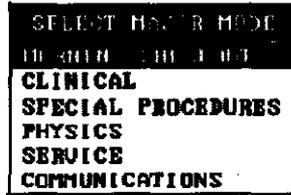

Ilustración 37 Menú MODO PRINCIPAL
3. Si la prueba es satisfactoria, aparece un mensaje que confirma que la prueba concluyó con éxito y se muestra el menú **MODO PRINCIPAL** (Ilustración 37).
Después de que el acelerador complete su prueba automática diaria, o al salir de un modo principal, aparecerá el cuadro de menú MODO PRINCIPAL menu (Ilustración 37). Puede utilizar este menú para seleccionar el modo Control matinal. La selección predeterminada es CONTROL MATINAL.